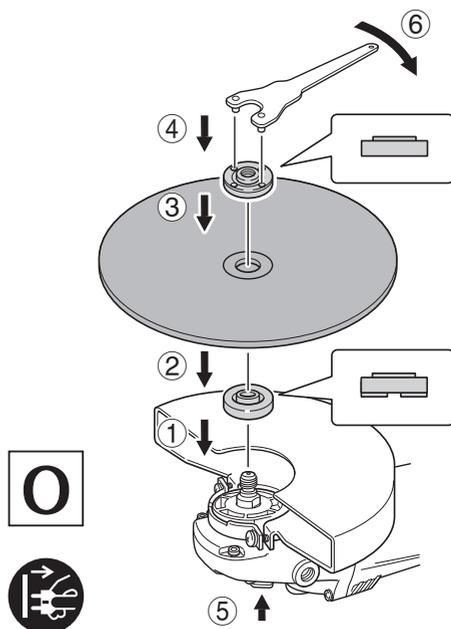

图 4
- 使用切割砂轮时，请务必拆下标准附件砂轮保护装置，并装上带侧护板（另售）的砂轮保护装置（第11页的图 4）；
4. 组装切割轮 (图 4)